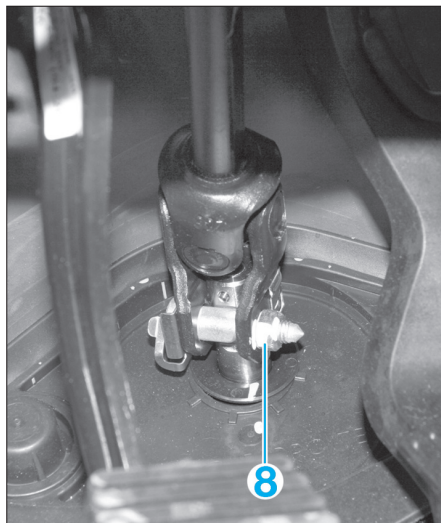

Fig. 7
- les vis (5),
- les commandes sous volant de direction (7),
- l'antivol de direction (6),
- le boulon (8) (Fig.7),